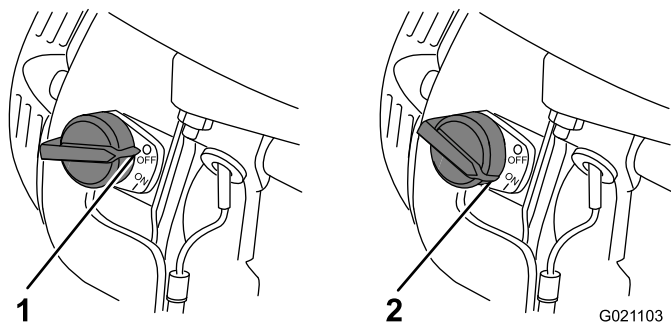

Figure 14
La commande Marche/Arrêt (Figure 14) permet de démarrer et d'arrêter le moteur. Cette commande est située à l'avant du moteur. Tournez la commande en position de marche (ON) pour démarrer le moteur et le faire tourner. Tournez la commande en position d'arrêt (OFF) pour arrêter le moteur.